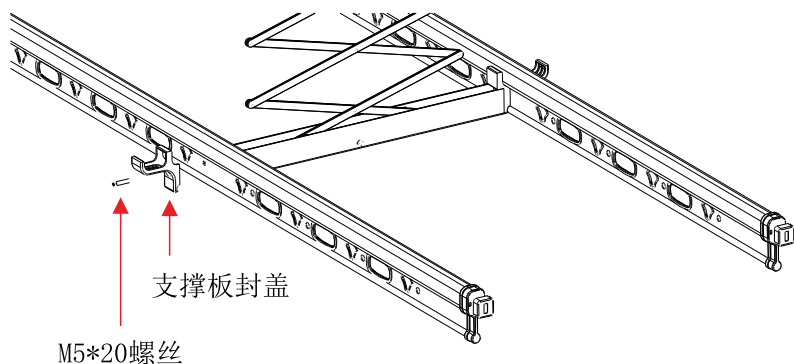

图 8
8、安装衣杆：用M5*20的螺丝穿过支撑板封盖，将衣杆固定在支撑板封套上（如图8所示）